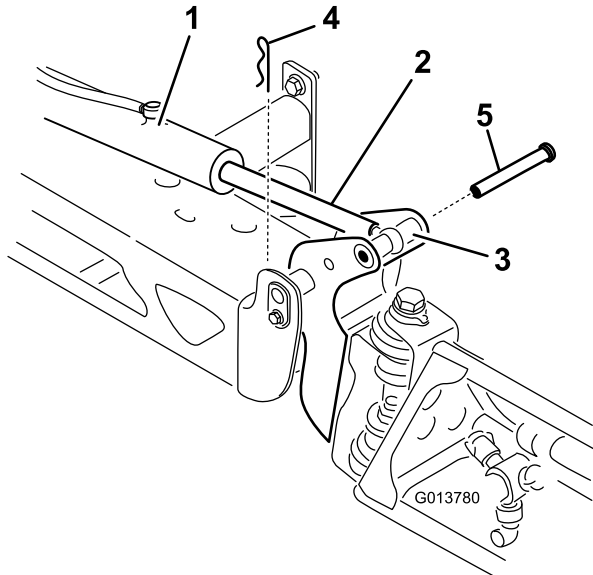

Figura 109
2. Retire la chaveta del pasador de giro (Figura 109).
3. Levante el brazo, retire el pasador (Figura 109), y baje el brazo lentamente al suelo.
9. Sujetando el brazo, introduzca el pasador a través del pivote del brazo y del émbolo del actuador (Figura 109).